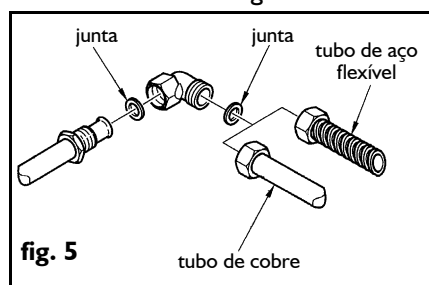

fig. 5
- A Ligue a placa de gás utilizando um tubo rígido de cobre com 12 mm de diâmetro, conforme indicado na fig. 5. Para assegurar uma boa vedação, aplique a junta de elastómero fornecida como acessório.